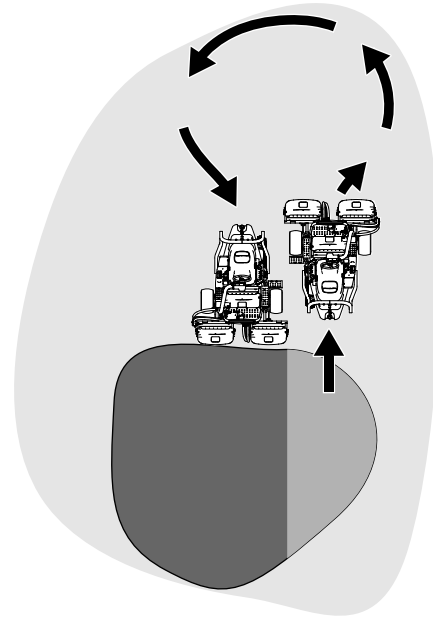

Figura 23
6. Para ganar tiempo y facilitar la alineación correcta para la pasada siguiente, gire la máquina momentáneamente en la dirección opuesta, y luego gire hacia la parte que todavía no está cortada. Este movimiento es un giro en forma de lágrima (Figura 23), que permite alinear la máquina rápidamente para la pasada siguiente.